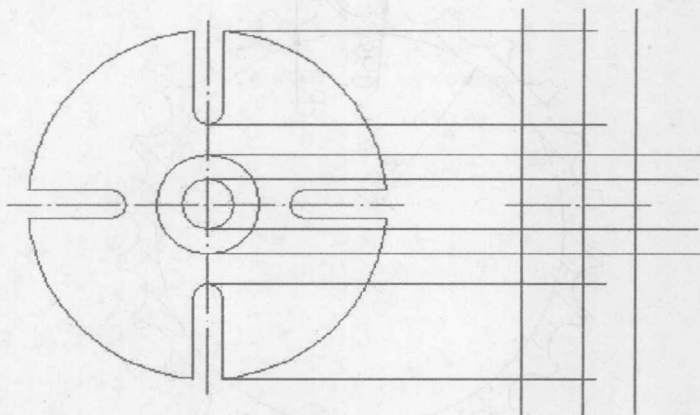
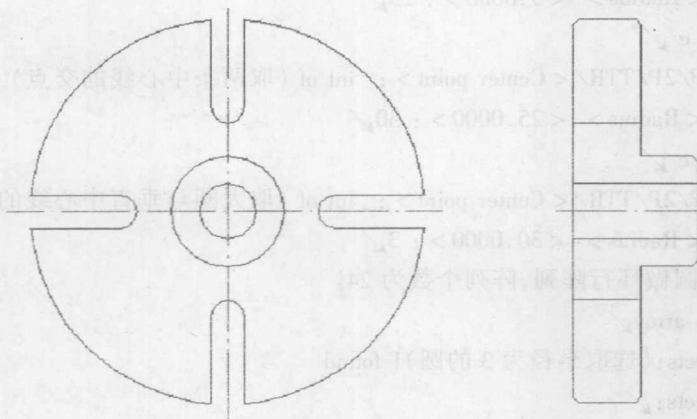

图 1-6
图 1-7
(5) 打开正交模式, 从主视图向左视图引直线, 画出如图 1-6 所示的图形。
(6) 对图 1-6 中的图形进行 TRIM 处理, 并用 CHAMFER 命令对几个角进行处理(距离为 1), 得到图 1-7 所示的图形。